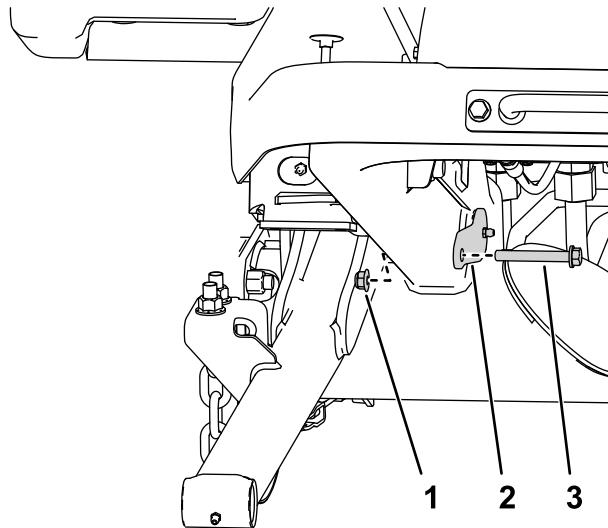

図 6
4. 大きいピンをフレームに取り付けるボルト $\frac{3}{8}$ " x 2 $\frac{3}{4}$ " 2本とナット $\frac{3}{8}$ " 2個を使用する図 6。